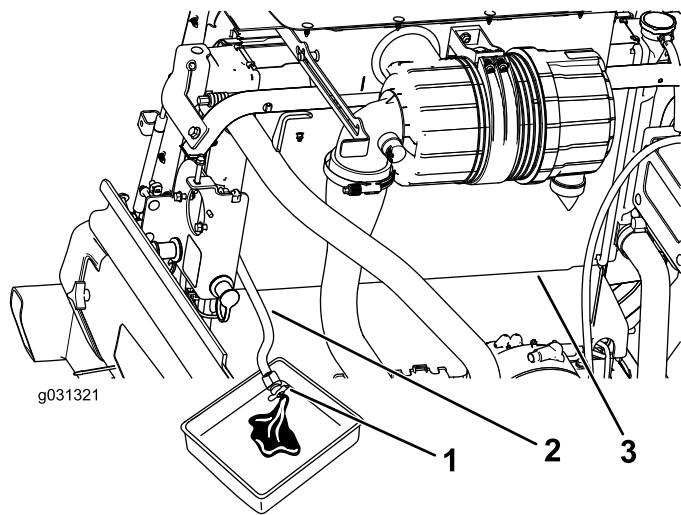

Figura 90
3. Coloque la manguera de vaciado del radiador en un recipiente de drenaje, abra la válvula de vaciado de la manguera del radiador, y vacíe el fluido en el recipiente de drenaje (Figura 90).
- 4. Cierre la válvula de la manguera de vaciado del radiador (**Figura 90**).